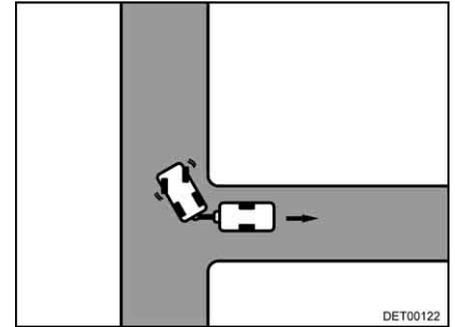

Bild 18 Rechts einschlagen
- Nach rechts einschlagen und vorsichtig rückwärts fahren (Bild 18).